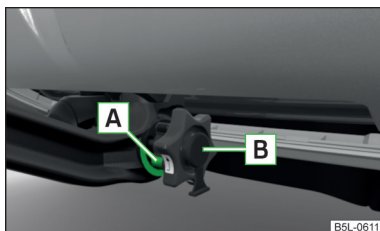

Fig. 131
- ✓ Marcajul verde **A** » fig. 131 de pe rotită se află în câmpul verde al tijei cuplei.